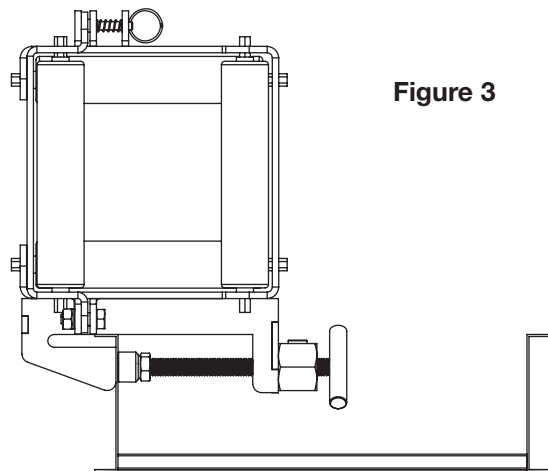

Figure 3
- À titre d'alternative, le guide-câble peut être monté suivant une orientation symétrique comme à la Figure 3.